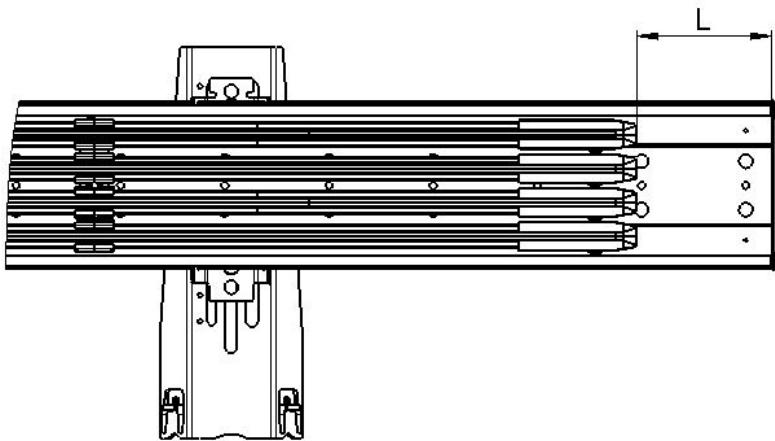
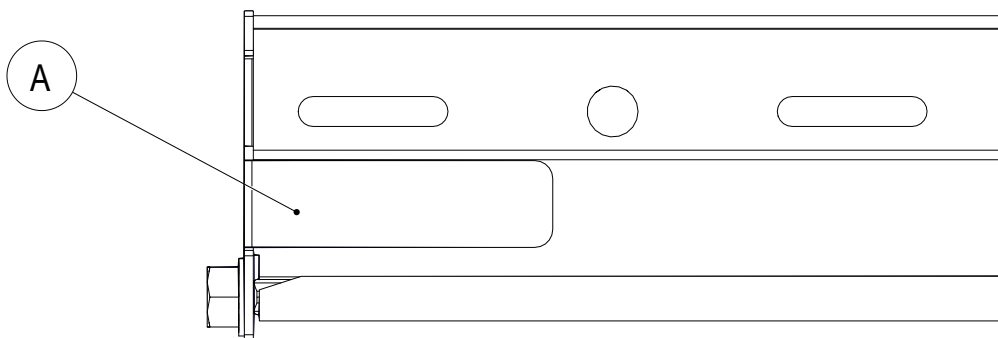
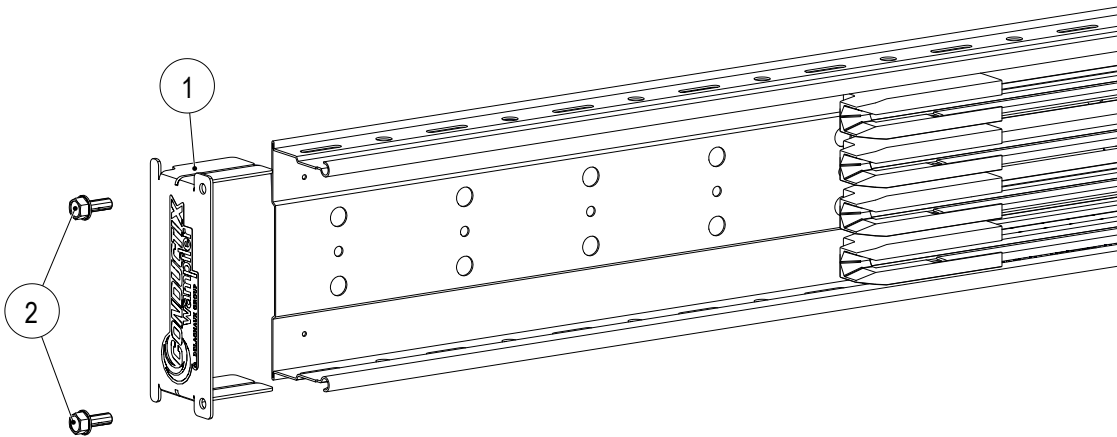

Abb. 31: Abstand von Endkappen zur Endbaugruppe
Abb. 32: Die Lasche des Abschlussbleches (A)
Abb. 33: Abschlussblech (1) an das ProShell-Tragprofilende verschrauben
2. Die Endbaugruppen an beiden Enden des ProShell-Tragprofils mit entsprechendem Abstand zu den Endkappen montieren (siehe Abb. 31). Hierfür die Lasche (A) des Abschlussbleches in die gerade Fläche des ProShell-Tragprofils schieben und die Sechskantschrauben M6 mit einem Gabelschlüssel montieren (siehe Abb. 32 und Abb. 33).